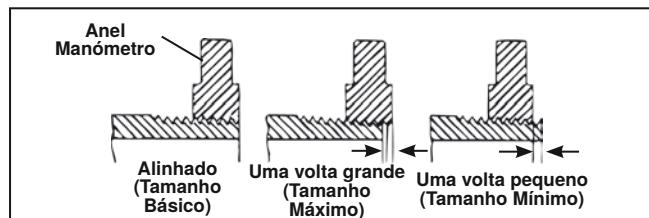

Figura 25 – Verificar o tamanho da rosca
- Veja até onde vai a extremidade do tubo através do anel calibrador. A extremidade do tubo deve ficar alinhada com a lateral do calibrador, com uma volta a mais ou a menos (*figura 25*). Caso a rosca não esteja corretamente calibrada, corte a rosca, ajuste a tarraxa e recorte uma nova rosca. Ao utilizar uma rosca que não esteja corretamente calibrada, pode provocar fugas.